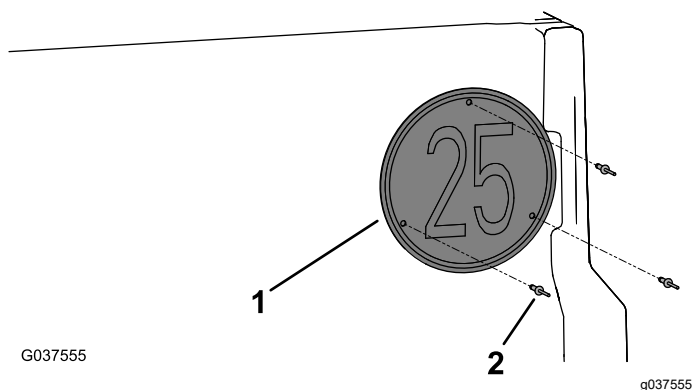

Рисунок 14
- Установите табличку «Ограничение скорости» на задний откидной борт с помощью 3 закладных заклепок (3/16 x 15/16 дюйма), как показано на Рисунок 14.